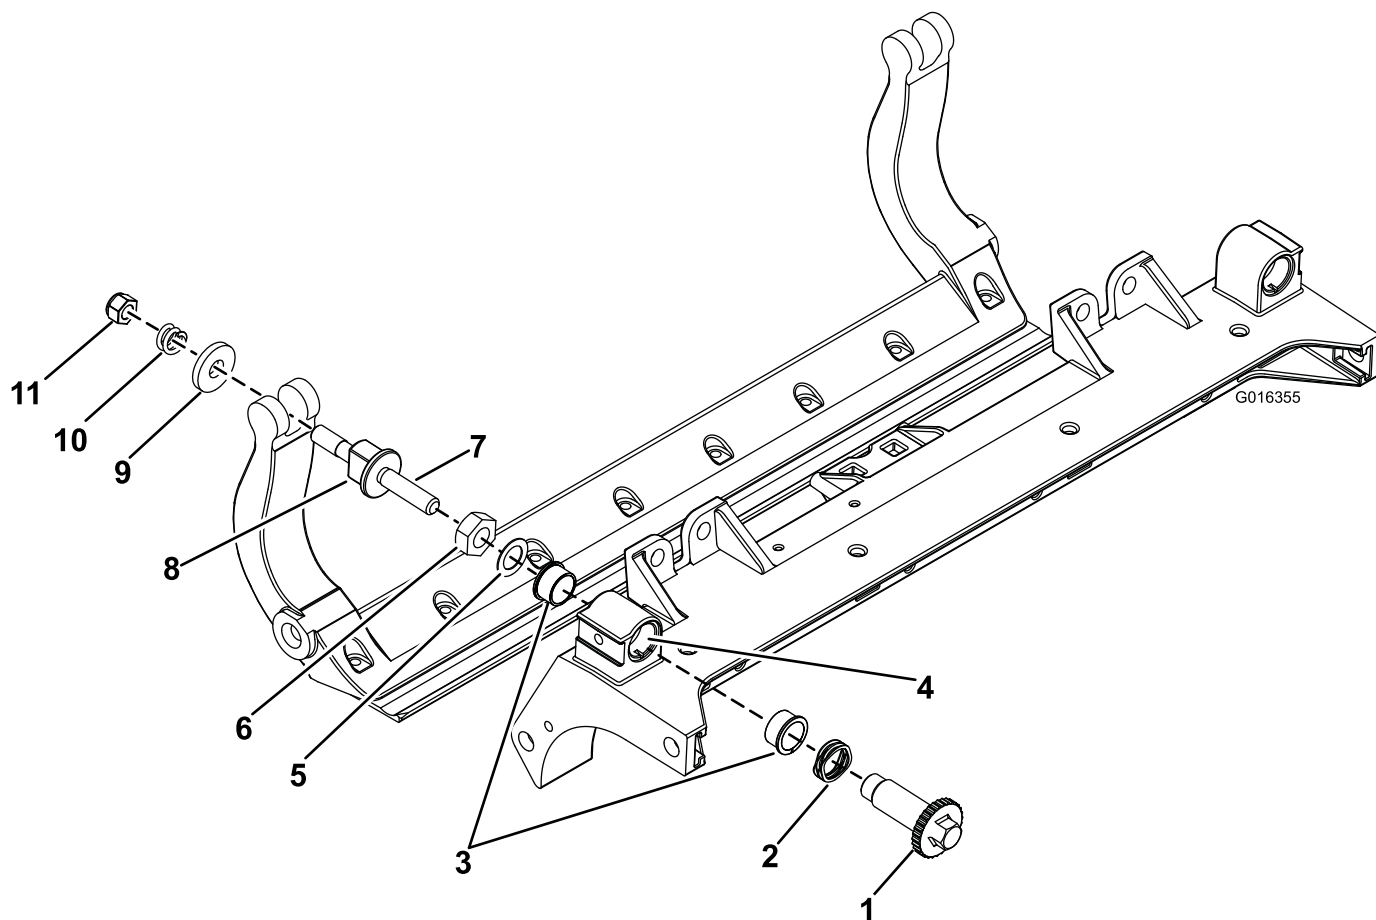

Figura 33
3. Alinhe as chaves nos casquilhos das flanges com as ranhuras na estrutura e instale os casquilhos (Figura 33).
4. Instale uma anilha ondulada no veio do ajustador e deslize o veio para os casquilhos da flange na estrutura da unidade de corte (Figura 33).
5. Prenda o veio ajustador com uma anilha plana e uma porca de bloqueio (Figura 33). Aperte a porca de bloqueio com uma força de 20 a 27 N m.
- B. Coloque uma arruela de aço no exterior de cada uma das arruelas de nylon (Figura 33).
1. Retire todas as peças; consulte as *Instruções de instalação* do Kit DPA HD Modelo 120-7230 e Figura 33.
2. Aplique composto antigripagem no interior da área dos casquilhos na estrutura unidade de corte central (Figura 33).